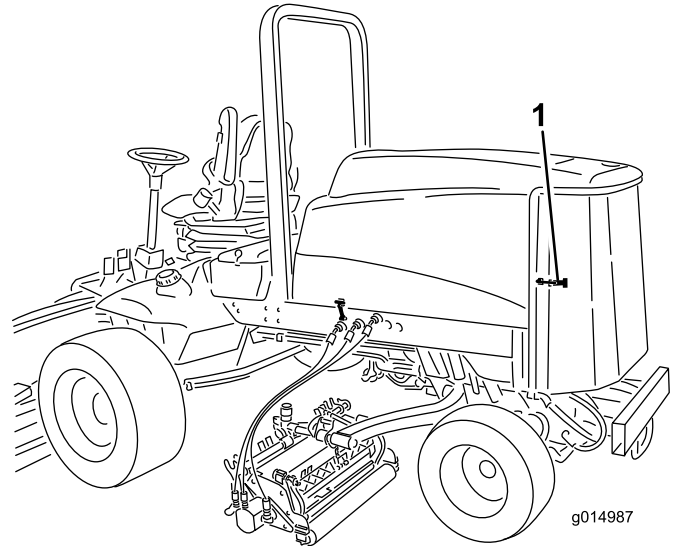

図 97
1. 後部スクリーンのラッチを外してスクリーンを開く 図 97。